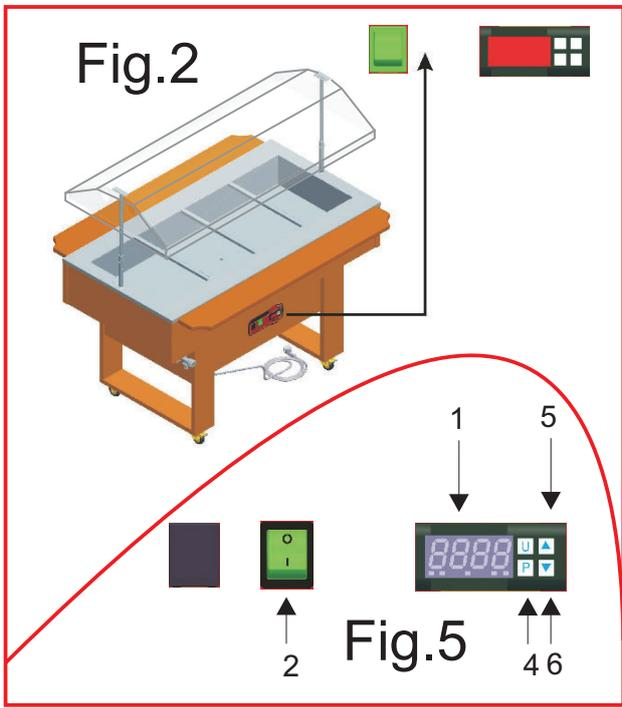

Fig.2
**! N.B.:** Accertarsi di aver spento da almeno 10 minuti prima di abbassare la cupola (vedi Fig.2).